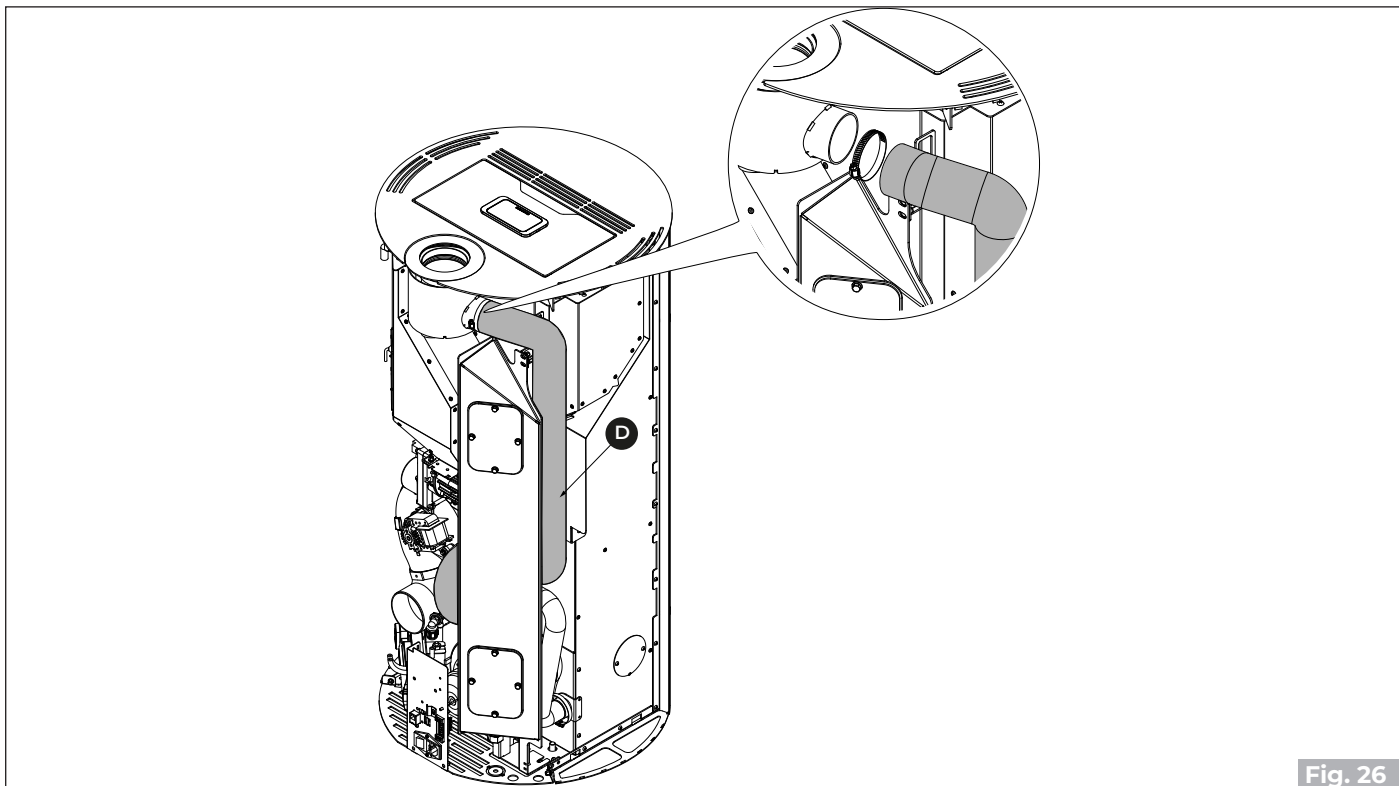

Fig. 26
- Scollegare il tubo flessibile (D) dell'aria comburente nella parte superiore "Fig. 26"